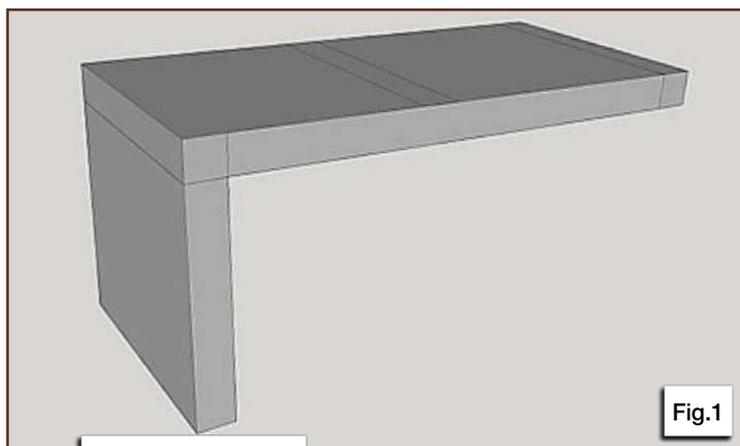

Fig.1
**4** En vous référant aux plans, tracez au crayon les intersections entre les panneaux horizontaux et verticaux. Deux cas possibles : le panneau vertical et le panneau horizontal se rejoignent chacun à une de leurs extrémités (fig. 1) ou bien l'un des panneaux rejoint l'autre à une position intermédiaire (fig. 2).